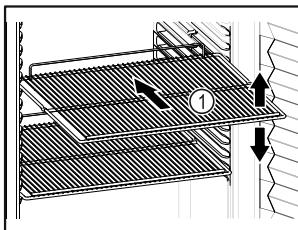

Fig. 60 Príklad zobrazenia
- Ak sa dajú odkladacie rošty Fig. 60 (1) premiestniť, prispôsobte výšku.